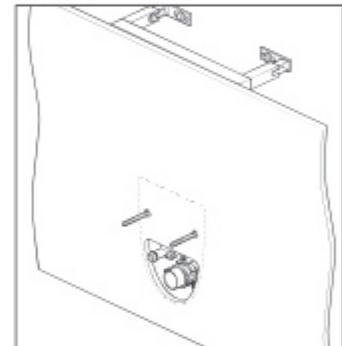

Рис. 12 / Сур. 12
12. Постройте перегородку, профрезав отверстия для болтов и труб. При необходимости выполните плитку на поверхность перегородки или нанесите отделку (рис. 12).